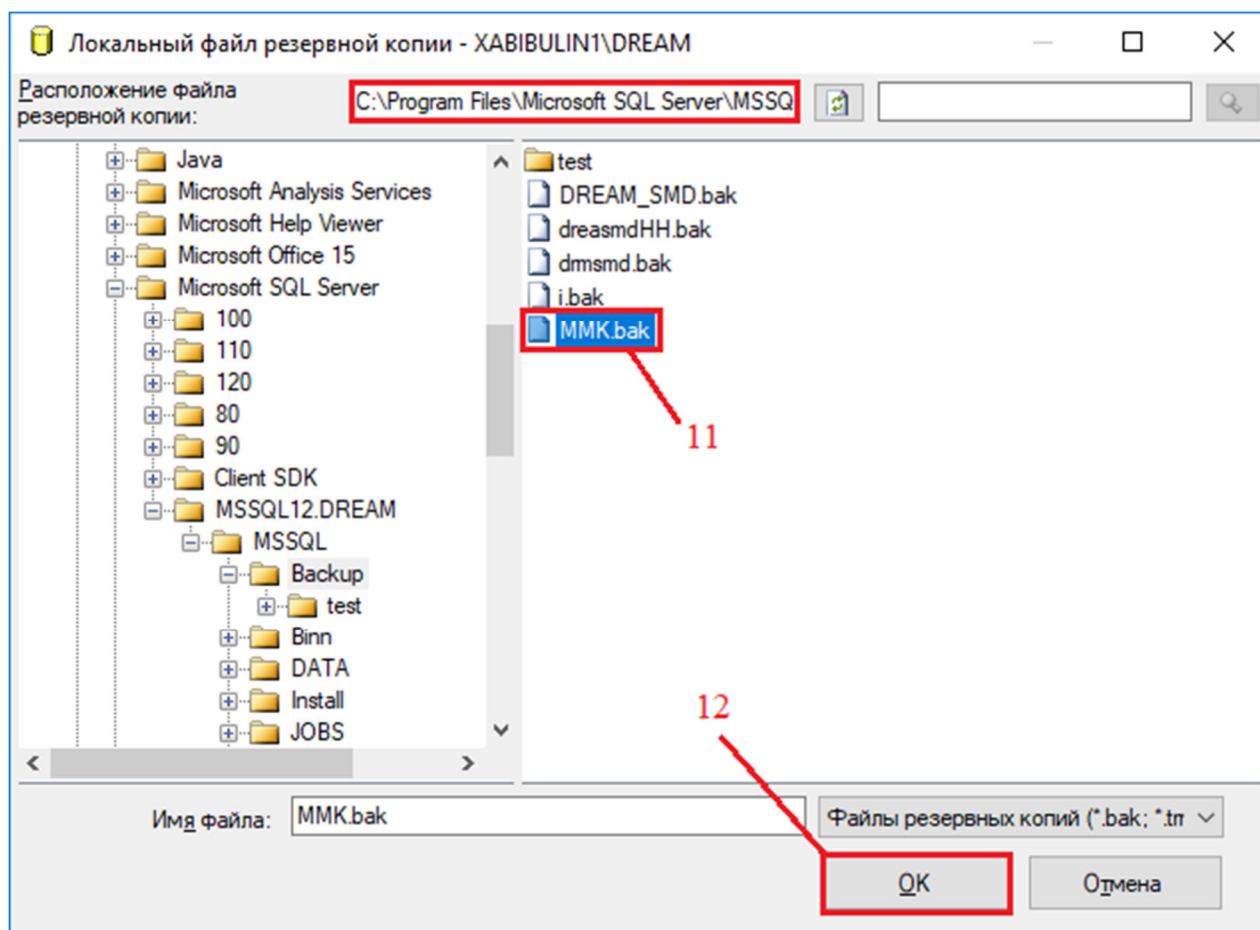

Рисунок 3.1.6
- выбрать файл восстанавливаемой базы данных (см. Рисунок 3.1.6) и нажать кнопку «Ок»;